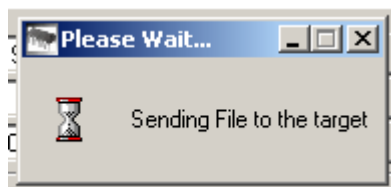

*Рис. 12*
3.3.8 С помощью кнопки, находящейся против опции «Send File Name» в окне программы SAM-BA v2.9 (см. рис. 10), загрузите файл с данными для прошивки, правильно выбрав к нему путь (см. рис. 12). Верхняя строчка в окне станет заполнена (см. рис. 13). В данном примере файл с данными для прошивки называется DT6.00M2v2.1. В связи с периодическим обновлением программного обеспечения, необходимо использовать последнюю версию ПО. Каждая новая версия ПО сопровождается служебной запиской.